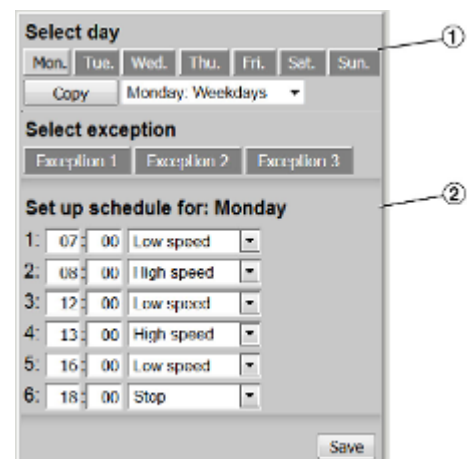

Fig. 42 : Définition d'un programme journalier
6. ▶ Sélectionner d'abord un jour de la semaine (Fig. 42 /1) puis les heures (1-6) et la vitesse du ventilateur.